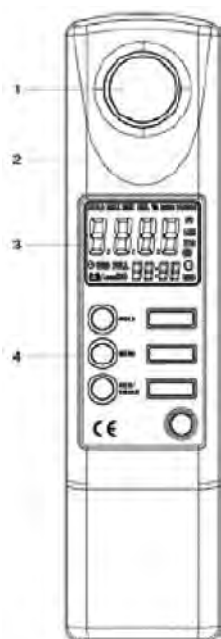

Figura 1
1. Estructura del luxómetro (Figura 1, Tabla 1)